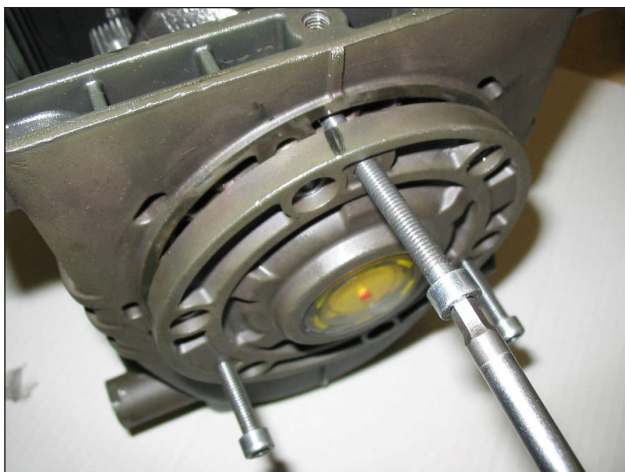

Fig. 3
- las tapas laterales utilizando para realizar la extracción 3 tornillos M6x50 completamente roscados introduciéndolos en los orificios roscados como se indica en la Fig. 3.